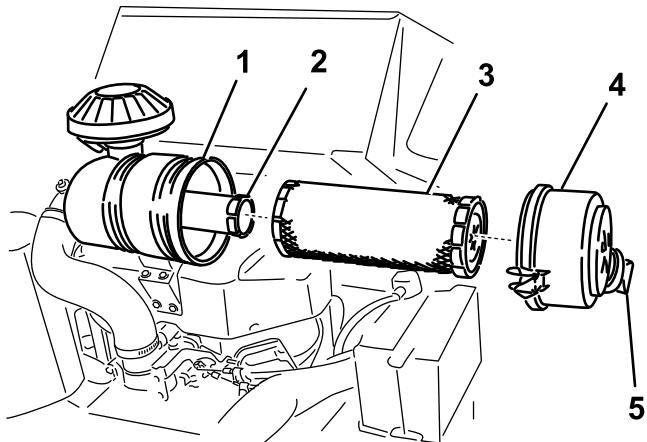

Figure 30
3. Ouvrez les verrous du filtre à air et détachez le couvercle du corps du filtre (Figure 30).
1. Sortez le préfiltre du corps du filtre avec précaution (Figure 30).
- Si vous remplacez l'élément filtrant de sécurité, insérez-le avec précaution dans le corps du filtre (Figure 30).
- Placez ensuite le préfiltre sur l'élément de sécurité avec le même soin (Figure 30).
- Reposez le couvercle du filtre à air, le capuchon protecteur orienté comme indiqué à la Figure 30, et fermez les verrous.